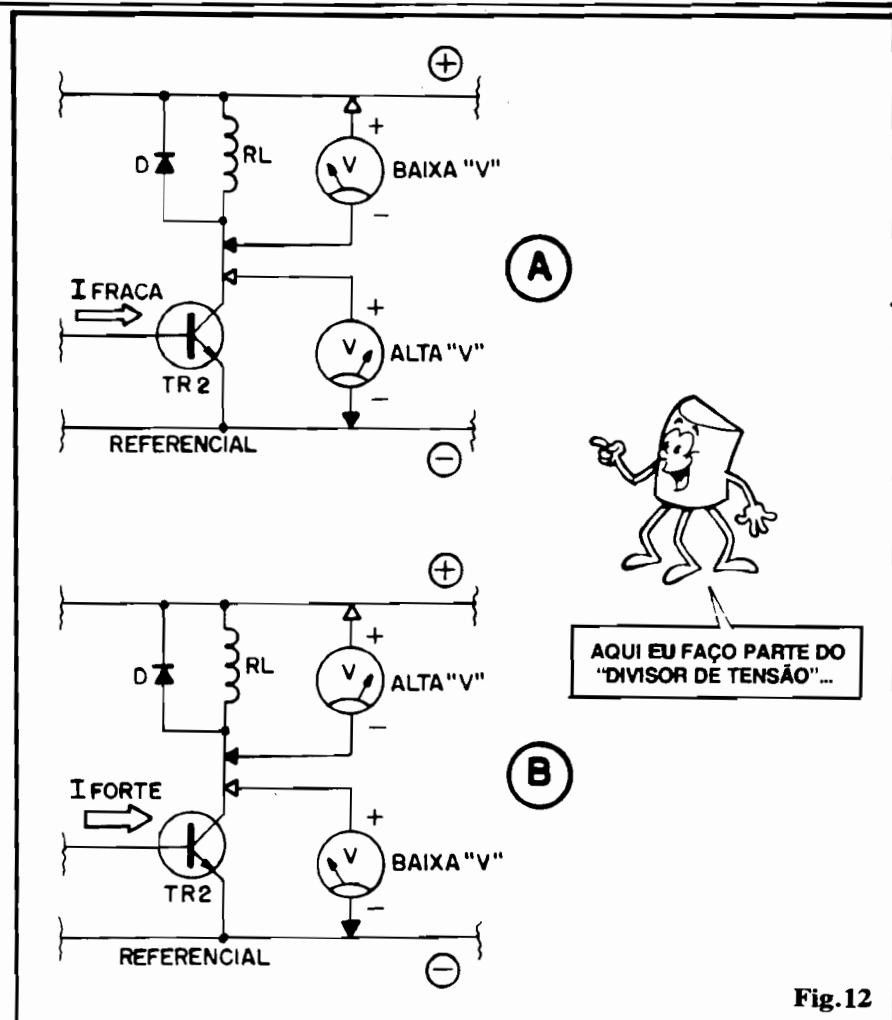

Fig.12
- FIG. 12 - MAIS ANÁLISES DE TENSÃO, NO CIRCUITO... - Vejamos agora as condições de Tensão na "saída" (último bloco)